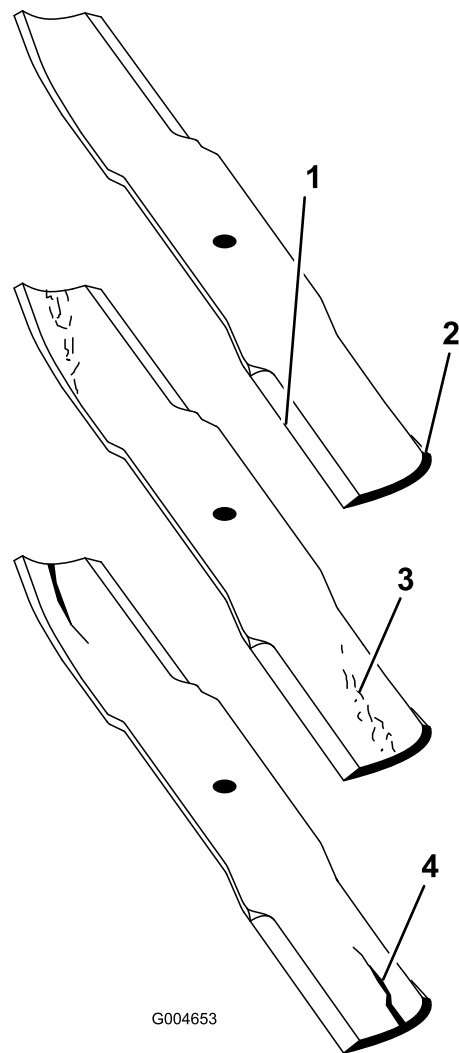

Figura 72
1. Controllate i taglienti (Figura 72). Se i taglienti non sono affilati o mostrano delle tacche, togliete le lame e affilatele. Vedere Affilatura delle lame.
2. Controllate le lame, in particolare l'area curva (Figura 72). In caso di danni, usura o scanalature nell'area (Figura 72), montate immediatamente una nuova lama.